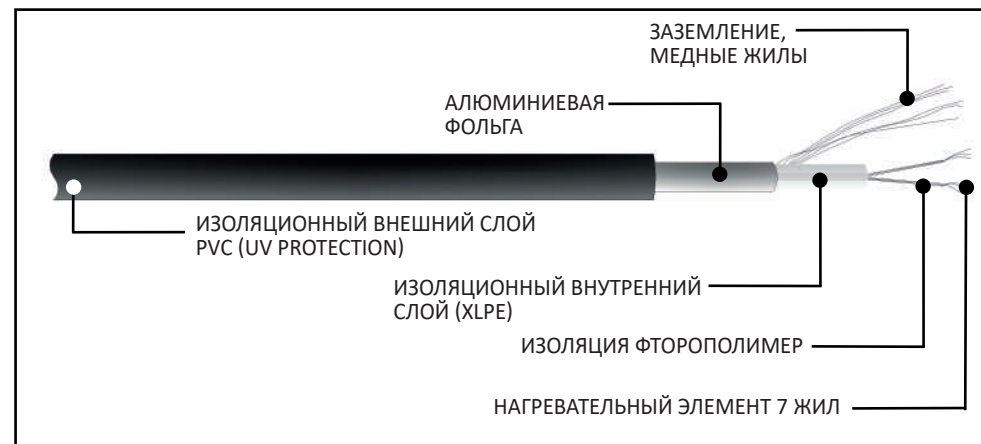

Рис. 2
- До и после монтажа секции нагревательной (а в случае использования в стяжке также после её заливки) необходимо проверить электрическое сопротивление нагревательных жил и сопротивление изоляции (рис.2), результаты занести в Протокол измерений – Приложение настоящего Руководства по эксплуатации. Допускается вместо заполнения Приложения заполнение протокола испытаний по формам ВСН (ведомственные строительные нормы).